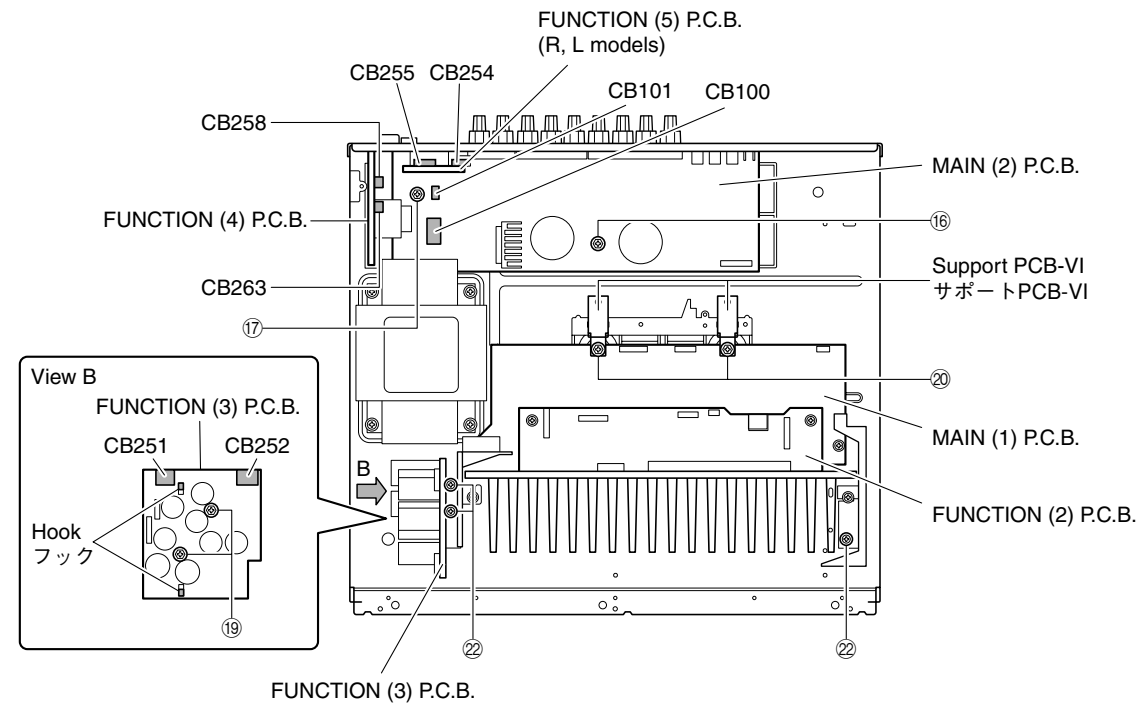

Fig. 8
- c. Remove CB100, CB101, CB258, CB263, CB254 (R, L models) and CB255 (R, L models). (Fig. 8)
- d. Remove the MAIN (2), FUNCTION (4) and (5) (R, L models) P.C.B.s together with rear panel. (Fig. 8)
- e. Remove 2 screws (19). (Fig. 8)
- f. Remove CB251 and CB252. (Fig. 8)
- g. Remove 2 hooks and then remove FUNCTION (3) P.C.B.. (Fig. 8)
- h. Remove 2 screws (20) and then remove 2 support PCB-VI. (Fig. 8)
- \* Screws (21) are identified with arrow marks (=>).
- j. Remove 3 screws (22). (Fig. 8)
- k. Remove the MAIN (1) and FUNCTION (2) P.C.B.s together with heat sink. (Fig. 8)
- c. CB100、CB101、CB258、CB263を外します。(Fig. 8)
- d. MAIN(2)、FUNCTION(4) P.C.B.をリアパネルと一緒に取り外します。(Fig. 8)
- e. 19のネジ2本を外します。(Fig. 8)
- f. CB251、CB252を外します。(Fig. 8)
- g. フック2ヶ所を外し、FUNCTION(3) P.C.B.を取り外します。(Fig. 8)
- h. 20のネジ2本を外し、サポートPCB-VIを2個取り外します。(Fig. 8)
- j. 22のネジ3本を外します。(Fig. 8)
- k. MAIN(1)、FUNCTION(2) P.C.B.をヒートシンクと一緒に取り外します。(Fig. 8)